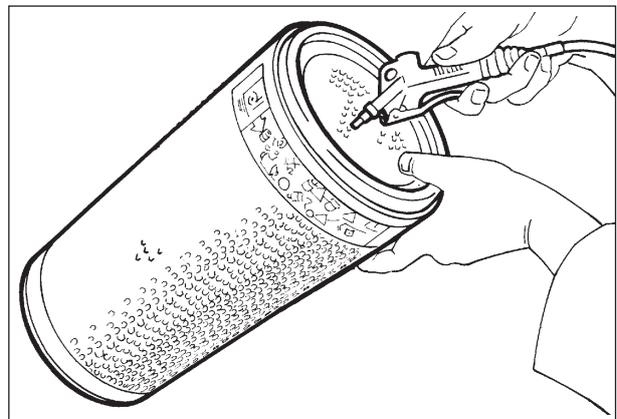

Abb. 7-10 Filterreinigung mit Druckluft (4 bar)
- Entweder Druckluft mit Druck von weniger als 4 bar verwenden, die man von innen nach außen richtet (Abb.7-10),